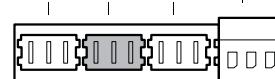

Fig. 36 Morsettiera- Pompa di carico accumulatore 230 V (collegamento colore grigio).
- Collegare la pompa di carico accumulatore al morsetto grigio PS (fig. 36). Corrente assorbita massima ammessa della pompa = 250 W.